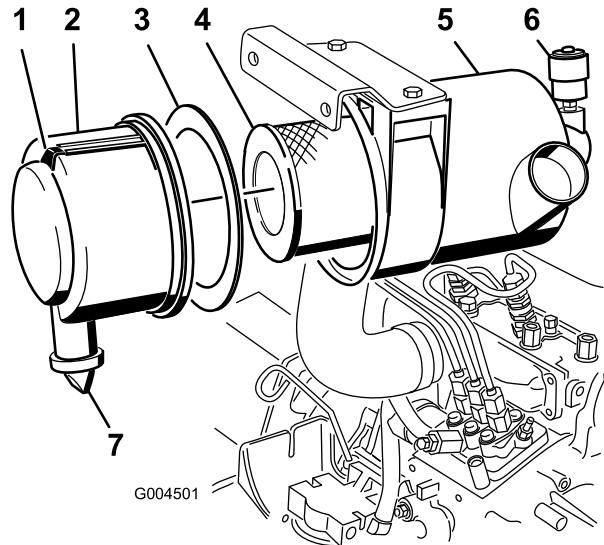

図 44
- エア・クリーナの整備はインジケータ(図 44)が赤色になっていたら、または 400 運転時間ごと(非常にホコリのひどい場所で使っている場合にはよりひんぱんに)行ってください。エア・フィルタの整備のしすぎはかえってよくありません。
- ラッチを引いて外し、カバーを左にひねってボディーからはずす(図 44)。
- ボディーからカバーを外す(図 44)。
- 1次フィルタ(図 44)を取り外して交換する。
- カバーの内側に発泡樹脂製のガスケットが正しく(破損せずに)ついていることを確認する(図 44)。破損しているガスケットは交換する。
- カバーからゴム製の出口バルブを取り外す(図 44)。
- インジケータ(図 44)が赤になっている場合はリセットする。